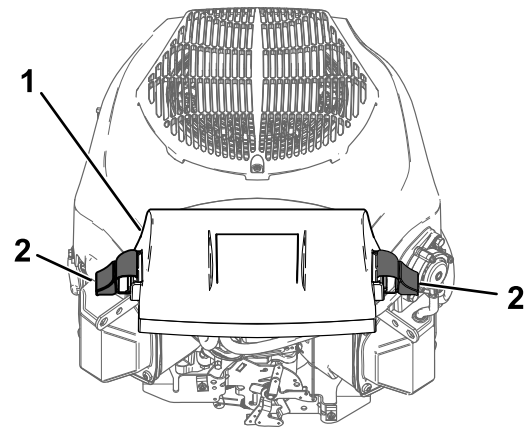

Figura 31
3. Instale la tapa y sujétela con los cierres (Figura 31).